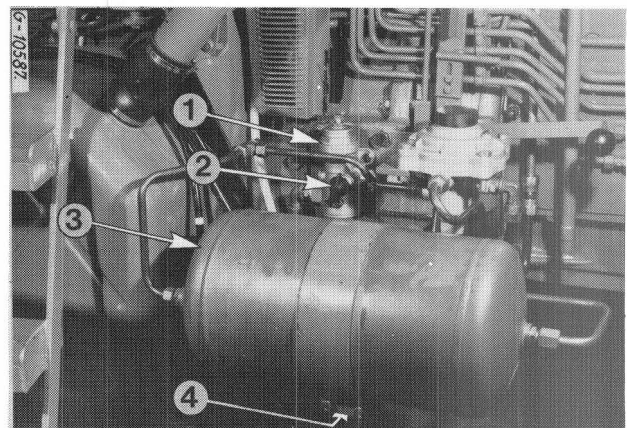

Figure 102
L'entretien se limite à l'évacuation de la condensation du réservoir d'air (4) Fig. 102 et au réglage de la tension de la courroie trapézoïdale du compresseur d'air Fig. 79.
Le régulateur (1) Fig. 102 est équipé d'une soupape (2) qui permet de gonfler les pneumatiques.